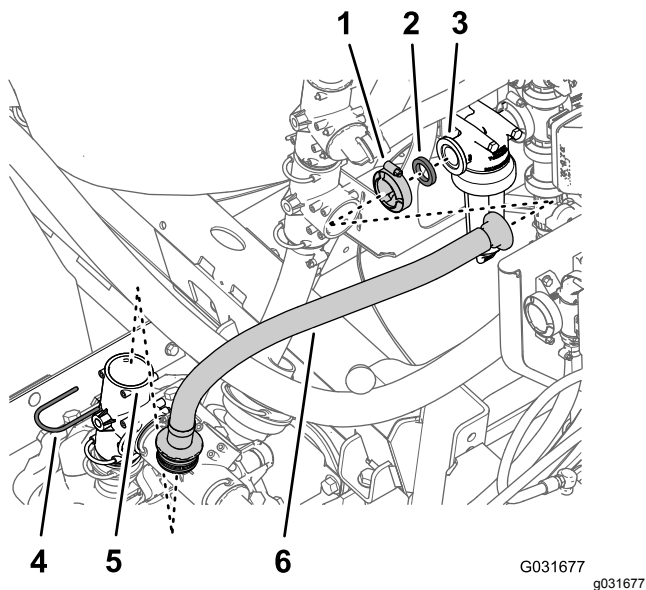

図 215
1. 給液ホースのバーブ付きストレートフィッティングをスプレーヤのポンプのT字フィッティングに固定しているリテーナを外してT字フィッティングからストレートフィッティングを取り外す 図 215。
2. 給液ホースとガスケットをフィルタヘッドのフランジに固定しているフランジクランプを外して、車体からホースを外す 図 215。